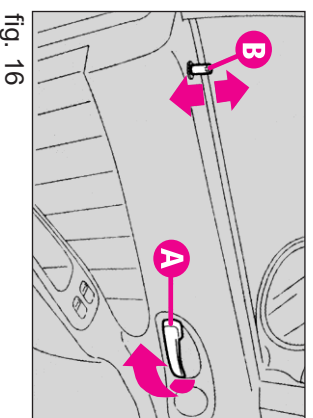

fig. 16
-Pentru a deschide ușa, trageți de mânerul (A-fig. 16) indiferent de poziția butonului B.
-Pentru a împiedica deschiderea din exterior, apăsați butonul (A).
- **Din interior:** în momentul în care ușile sunt închise, apăsați unul din butoanele(A-fig. 16) pentru activare/dezactivare sistem închidere centralizată aflate pe ușile din față.
ATENȚIE La ușile din față nu este posibilă apăsarea butonului (A-fig. 16) dacă acestea nu sunt închise corect-spunzător.